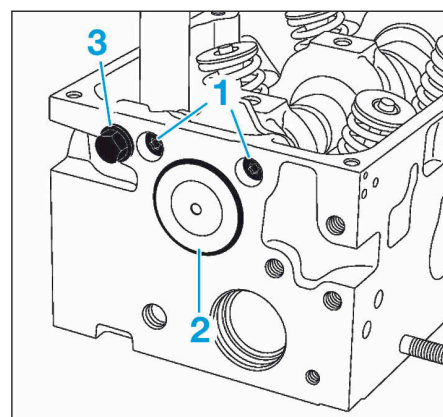

FIG.50
- Déposer les vis (1) de la bride d'arbre à cames (Fig.50).
- A l'aide d'un tournevis, percer le bouchon d'étanchéité (2) de l'arbre à cames puis le retirer.